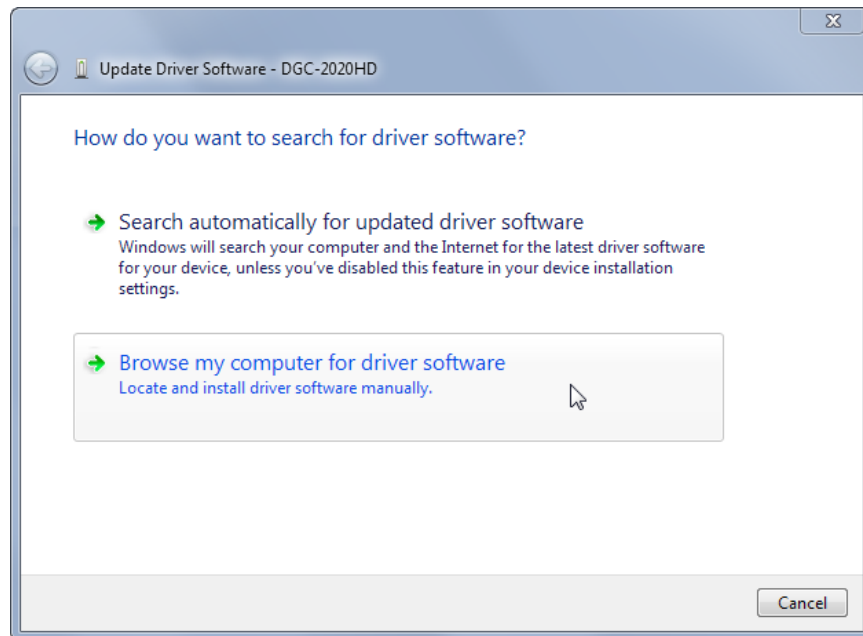

Abbildung 8-4. Treibersoftware aktualisieren - DGC-2020HD
Schritt 4. Wählen Sie 'Auf dem Computer nach Treibersoftware suchen' wie in Abbildung 8-4 dargestellt.